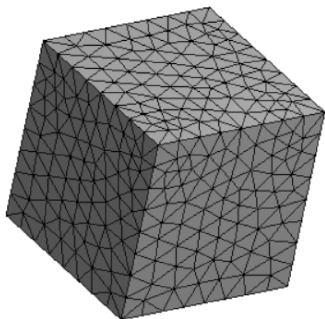

图 12-60 网格划分
(3) 在标准工具栏中单击, 再选择体, 然后在环境工具栏中单击【Mesh Control】→【Method】→【Automatic Method】→【Details of “Automatic Method” -Method】→【Definition】→【Method】= Tetrahedrons, 【Algorithm】= Patch Conforming, 【Element Midside Nodes】= Use Global Setting。
(4) 生成网格: 右键单击【Mesh】→【Generate Mesh】, 图形区域显示程序生成的网格模型, 如图 12-60 所示。